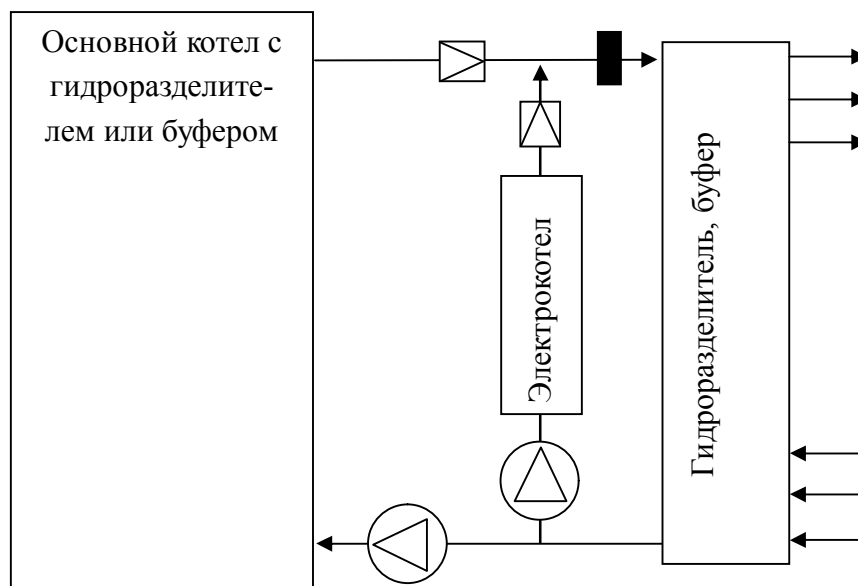

Рис. 8 - Примеры установок электродогревателя
- если котел будет использовать функцию REZ (резерва) см. рис. 8.
Котел может быть установлен в системе отопления как единственный котел или совместно с основным котлом (например твердотопливным). Конкретный тип установки зависит от конкретной системы отопления. При любой установке следует обеспечить принудительный проток теплоносителя через работающий электродкотел. Примеры установок приведены на рис. 8.